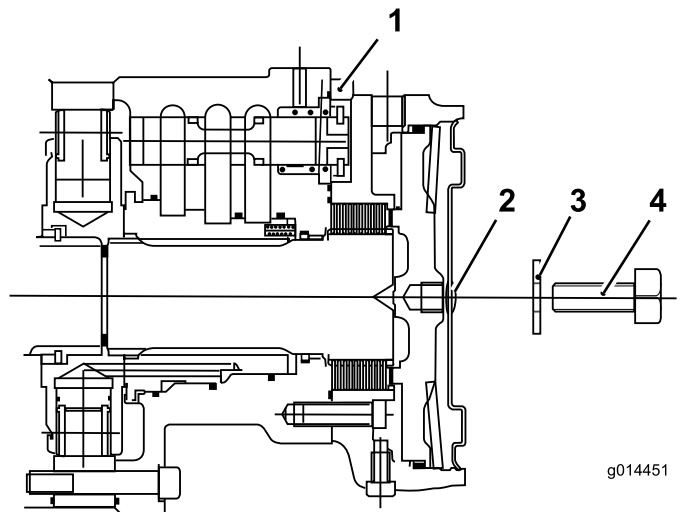

**Figura 44**
6. Îndepărtați dopul cu cap hexagonal de la ansamblul frânei motorului de roată dreapta față (Figura 44).